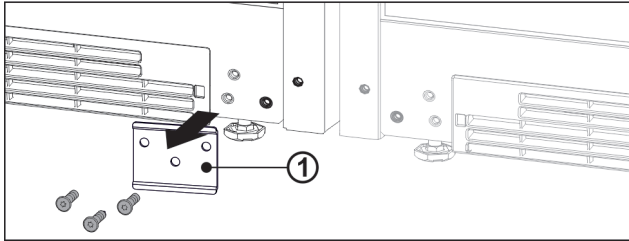

Fig. 14
- ▶ Als de plaat Fig. 14 (1) is vastgeschroefd, deze losschroeven.